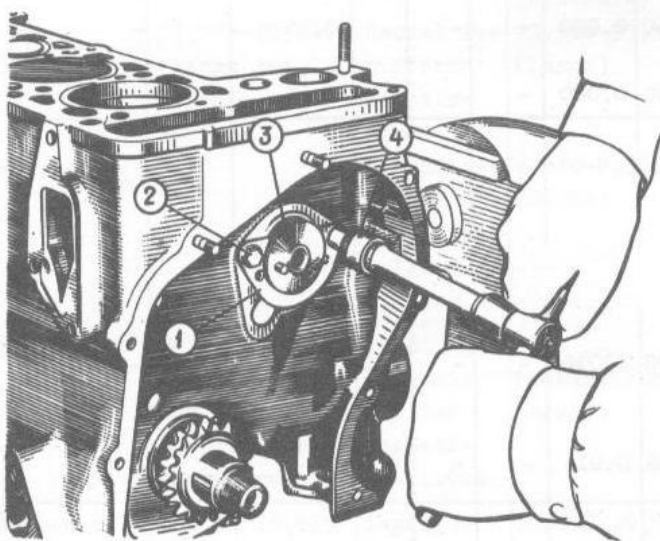

Bild 2-16. Ausbau der Ölpumpenantriebswelle von Motor VAZ-2106-70:
- Anschlagflansch 1 (Bild 2-16) der Ölpumpenantriebswelle 3 absetzen und Welle aus Zylinderblock herausnehmen;